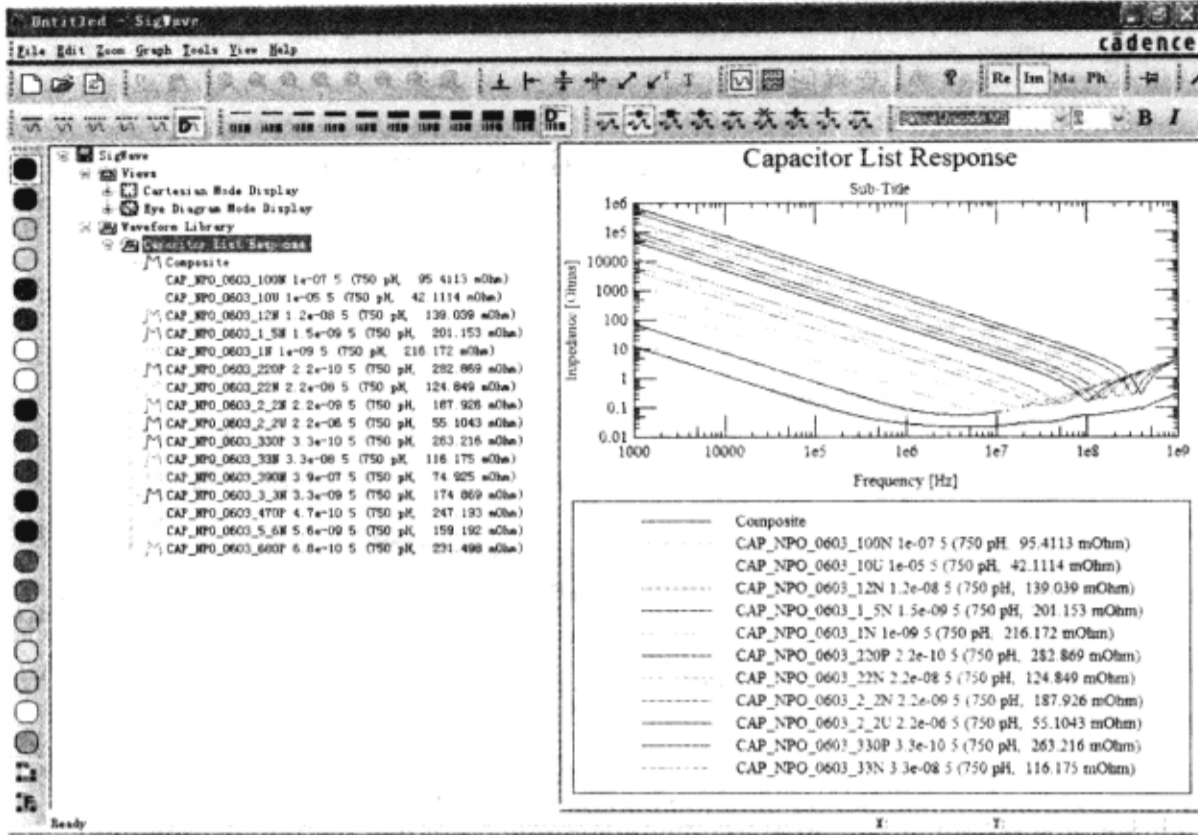

图 8-8-74 展开响应曲线文件夹
(4) 展开“Capacitor List Response”文件夹，如图 8-8-74 所示。